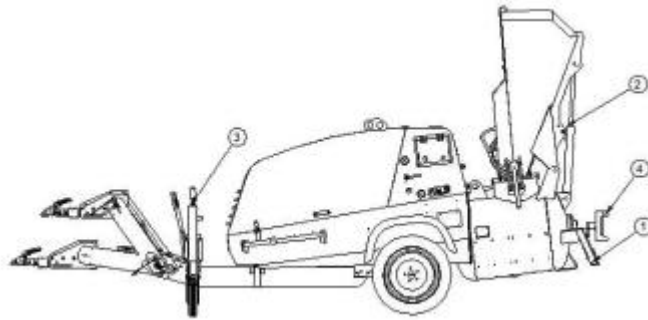

Fig. 8
Amplasați mașina, poziționând corect picioarele de suport și rola de tensionare. Terenul pe care stă mașina trebuie să fie compact și în special, cel de sub picioarele de suport (ref. 1) și rola de tensionare (ref. 3) Fig. 8.
Extindeți știftul de siguranță de la bena de încărcare (ref. 2 – Fig. 8).
Îndepărtați bara de lumini înainte de a coborî bena (ref. 4 – Fig. 8).